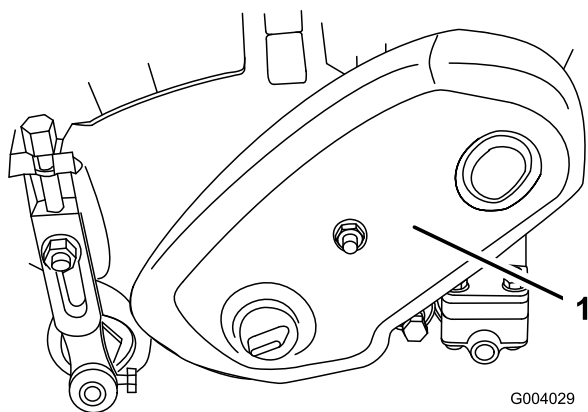

図 32
1. ベルト・カバー取り付けネジ (図 32) を外してベルトを露出させる。